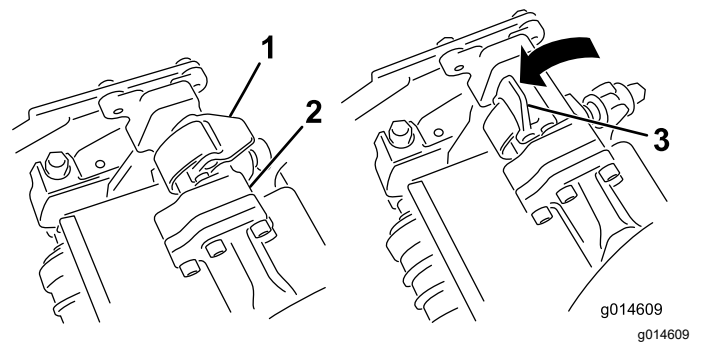
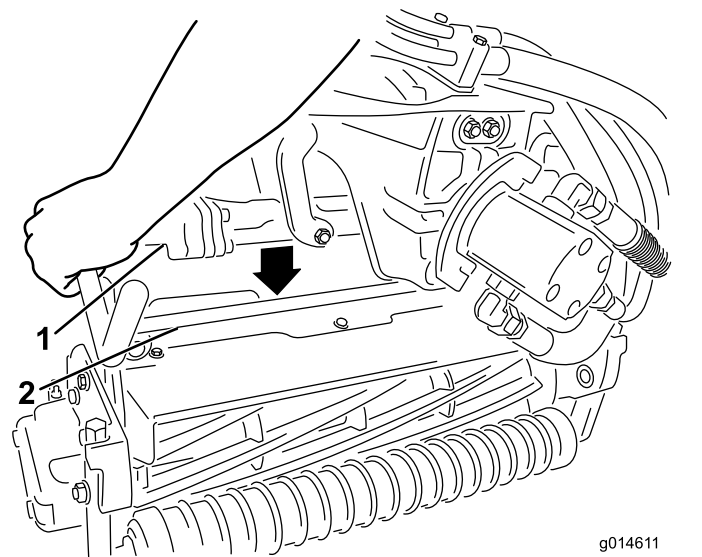

Figura 48
Figura 49
3. Cu elementele de fixare de pe bara braului suspensiei îndreptate în sus (adică deschise) (Figura 48), împingeți braul de suspensie în jos, astfel încât bara să se potrivească peste bară în partea de sus a unității de tăiere (Figura 49).
4. Închideți elementele de fixare în jos și în jurul barei unității de tăiere și blocați-le (Figura 48).
- Deschideți elementele de fixare de pe bara braului de suspensie a unității de tăiere pe care o îndepărtați (Figura 48).